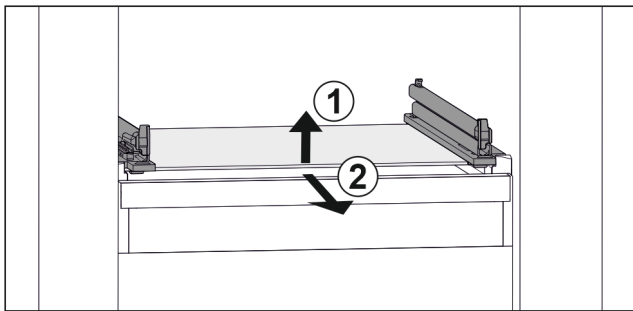

Fig. 72 Reprezentare exemplificativă a plăcii de sticlă
- ▶ Ridicați placa de sticlă din față. Fig. 72 (1)
- ▶ Extrageți placa de sticlă spre înainte. Fig. 72 (2)